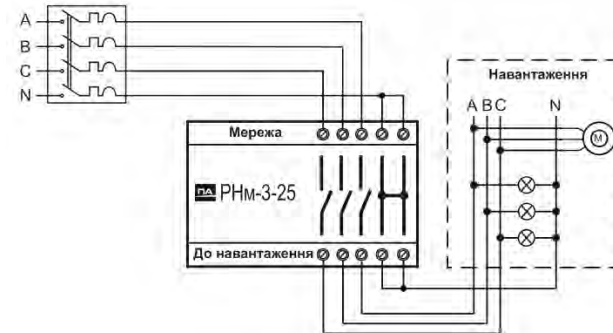

Рисунок 5 – Схема підключення
3.4 Підключити реле до трифазної мережі, використовуючи провід з перетином не більше 4 мм². При підключенні необхідно дотримуватися порядку підключення фаз, що зазначені на корпусі приладу (рисунок 5).